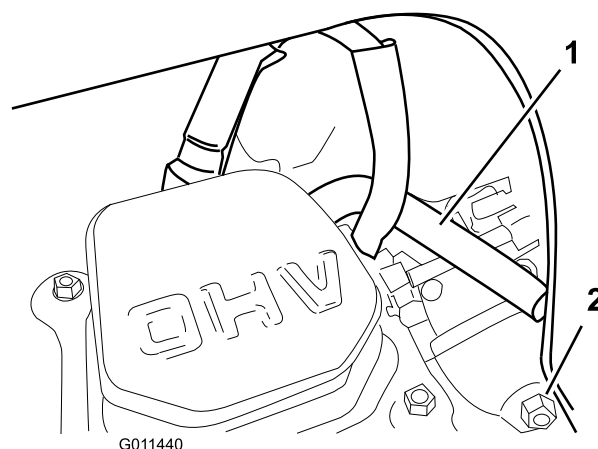

Figure 34
Remarque: Veillez à faire passer le tube de reniflard au-dessus du fil de la bougie, comme illustré (Figure 34).
6. Vidangez le carburateur par la vis de vidange (Figure 34) dans un bidon d'essence homologué.